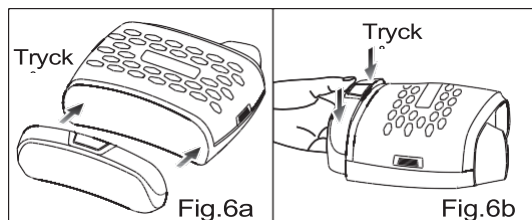

Fig.7a
- Kontrollera alltid att O-ringen av gummi sitter på plats i andningsrörets ände på PAPR-enheten, se fig. 7a. Byt ut den om den saknas eller är skadad.
För in de två stiften på andningsslangen i fläktenheten och hållaren på huvudbonaden (se fig. 6), vrid 1/4 varv mot öppningsriktningen för att låsa fast slangen (se fig. 7a).